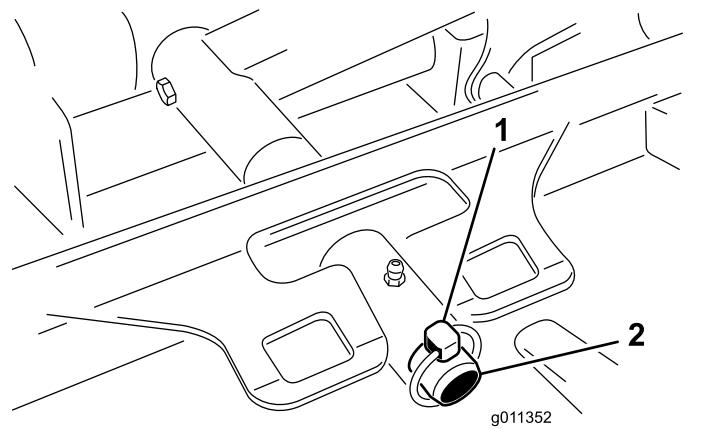

Figura 93
3. Retire o pino de sujeição (para máquinas Groundsmaster 4500) ou porca de bloqueio (para máquinas Groundsmaster 4700) que fixa a estrutura de suporte da unidade de corte ao pino da articulação do braço de elevação (Figura 93).
2. Deslide a estrutura de suporte da unidade de corte até que esta fique sobre o pino da articulação do braço de elevação (Figura 93). Prenda a unidade de corte ao pino com o pino de sujeição (para máquinas Groundsmaster 4500) ou a porca de retenção (para máquinas Groundsmaster 4700).